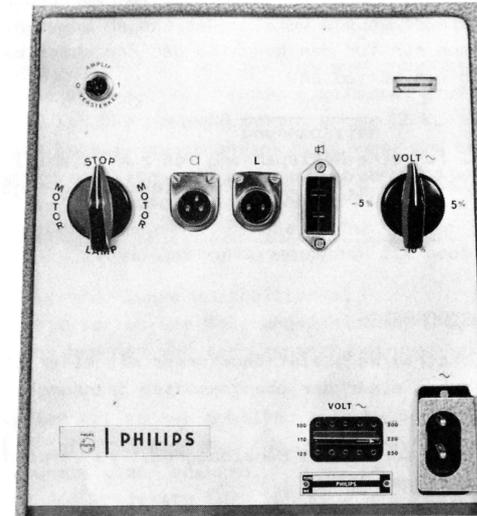

Fig. 8
- . Das 20 m lange Kabel, sofern seine Länge es zuläßt, an der Wand entlanglegen und an Ausgang □ des Verstärkers (Fig. 8) anschließen.
Auf dem Bedienungsfield an der Rückseite (Fig. 8) befinden sich:
- . ob der Stecker des Netzspannungswählers (Fig. 8) so eingesteckt ist, daß der Pfeil auf den Wert der vorhandenen Netzspannung zeigt;
- . Den Verstärker mit seinem Schalter einschalten (Fig. 8).
- . Das Mikrofon, den Plattenspieler oder das Tonbandgerät an Buchse Q (Fig. 8) anschließen.